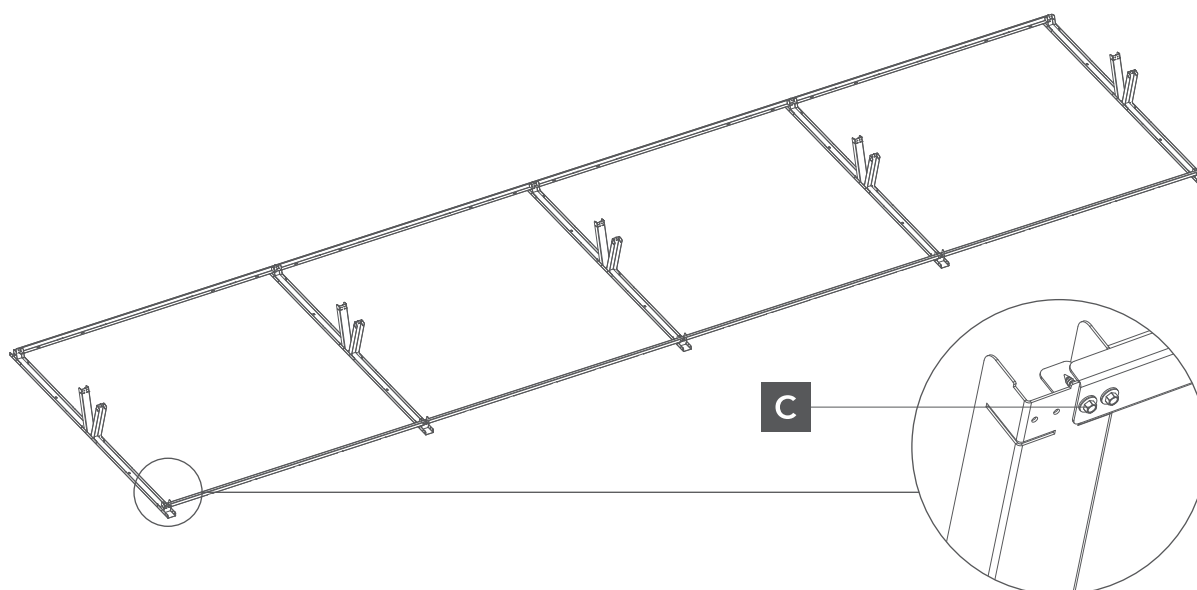

Rys. 1. Plan rozmieszczenia modułów
- 1 Przed przystąpieniem do montażu należy określić plan rozmieszczenia modułów (Rys. 1) oraz trójkątów montażowych (Rys. 2). Sposób mocowania konstrukcji montażowej do połączi dachu uzależniony jest od jego rodzaju i dobierany jest indywidualnie.